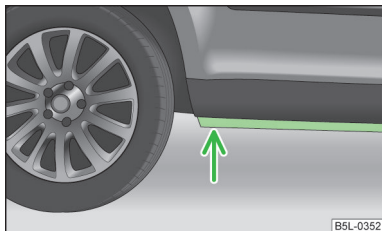

Fig. 99
- Înainte de traversarea zonei inundate, stabiliți adâncimea apei. Nivelul apei nu are voie să depășească nervura lonjeronului inferior » fig. 99;